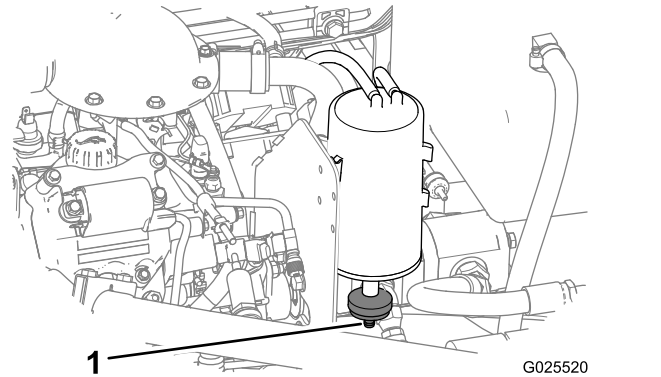

Figura 47
1. Posizionate il filtro dell'aria nella parte inferiore del canister a carboni attivi (Figura 47).